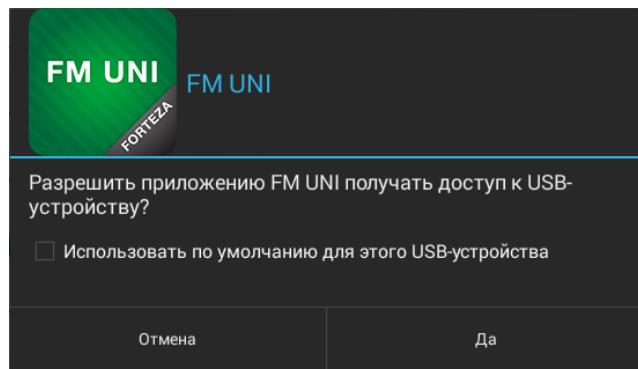

Рисунок 2.30
2.3.7.4.6 Нажать кнопку «Подключиться», после чего всплывает разрешение на доступ к USB устройству (рисунок 2.30).